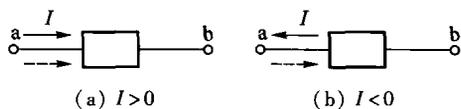

图 1.1 电流的方向
③ 实际方向:规定正电荷的移动方向为电流的实际方向。在电路图中用虚线箭头表示,如图 1.1 所示。
④ 参考方向:电路图中,事先假定的电流方向。其表示方法:
➤ 用实线箭头表示,如图 1.1 所示。
⑤ 电路图中标明的电流方向通常指参考方向。规定:当电流的实际方向与参考方向一致时,其值为正;若实际方向与参考方向相反,则电流值为负。如图 1.1 所示。